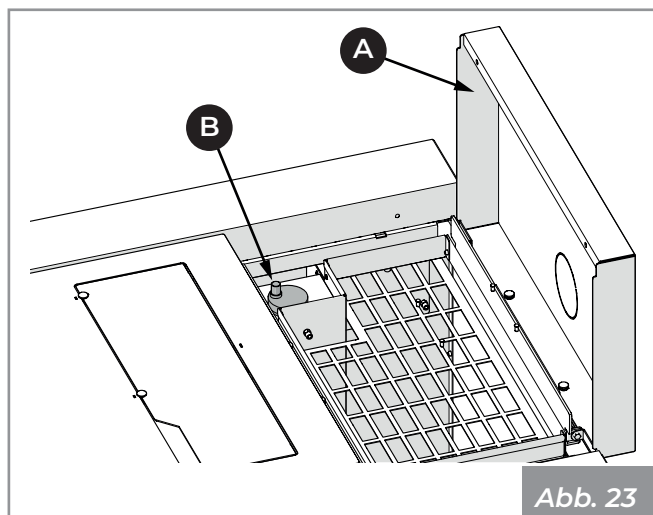
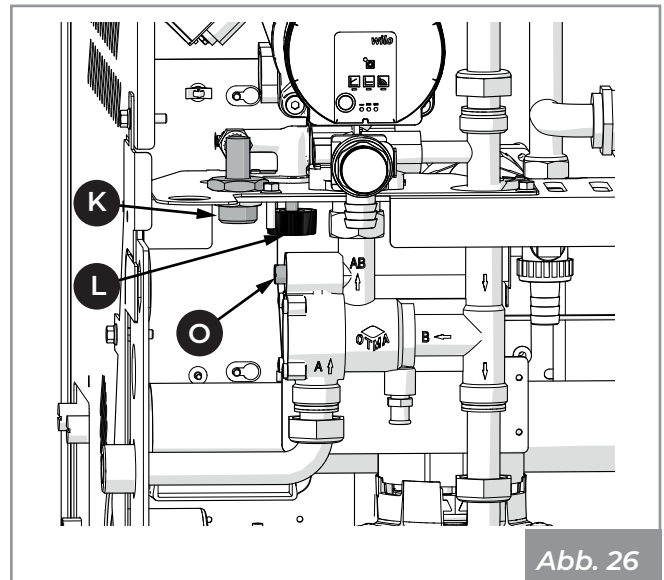
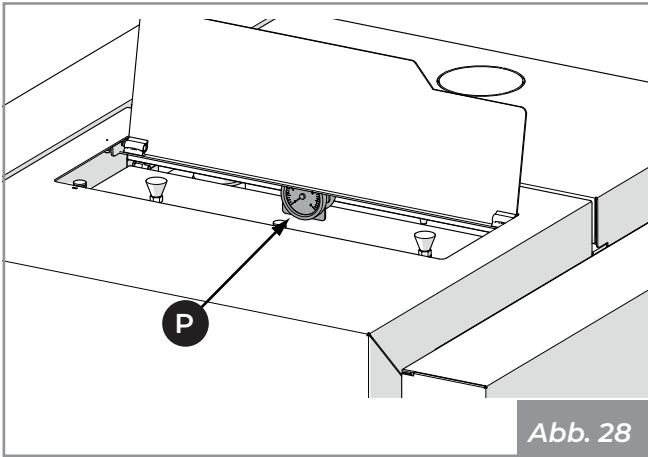

Abb. 23
Abb. 26
Abb. 28
- den Deckel des Behälters (A) öffnen und die Kappe des automatischen Entlüftungsventils (B) lockern, im Falle, dass man die im Heizkessel vorhandene Luft während der Ladephase der Anlage beseitigen muss (Abb. 23).
Schließen Sie eine Wasserleitung vom Wasserleitungsnetz an den Einlassanschluss (**K**) an, öffnen Sie das Entlüftungsventil (**B**) (**Abb. 23**), öffnen Sie das Einlassventil (**L**) und lassen Sie das Wasser fließen, bis das Gerät vollständig gefüllt ist (**Abb. 26**). Das Entlüftungsventil schließen und das Erreichen des mindesten Betriebsdrucks (**1 bar**) abwarten, der auf dem Manometer (**P**) geprüft werden kann (**Abb. 28**).
- Öffnen Sie dann das Entlüftungsventil (**B**) (**Abb. 23**), öffnen Sie den Bypass-Hahn im Ventil gegen die Kondensatbildung (**O**) und lassen Sie das Wasser aus der Anlage fließen, bis der Kessel vollständig gefüllt ist (**Abb. 26**). Das Entlüftungsventil schließen und das Erreichen des mindesten Betriebsdrucks (**1 bar**) abwarten, der auf dem Manometer (**P**) geprüft werden kann (**Abb. 28**).
- 2) Die Abflussleitung der Anlage (M) verbinden, das Entlüftungsventil öffnen, den Ablasshahn (N) öffnen und das Wasser fließen lassen, bis das Gerät völlig leer ist. Schließen Sie das Entlüftungsventil und den Hahn (N) (Abb. 26).